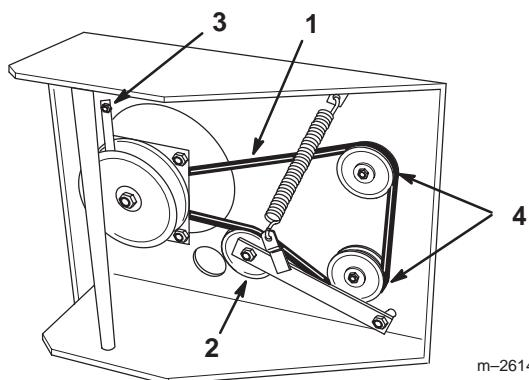

Figure 46
9. Retirez le boulon de support du moteur avant gauche qui fixe le dispositif de retenue de l'embrayage au bâti (Fig. 46). Décrochez le dispositif de retenue de l'embrayage et déposez-le.